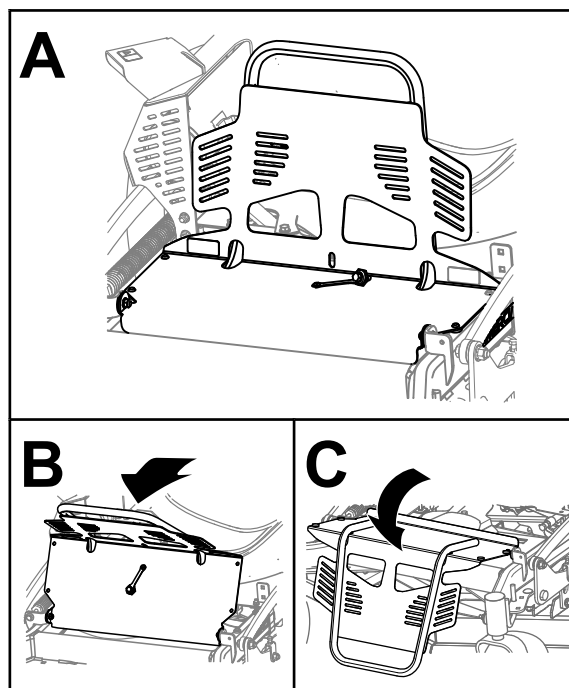

Figure 2
2. Rabattez la protection du moteur en avant, comme montré à la Figure 2.